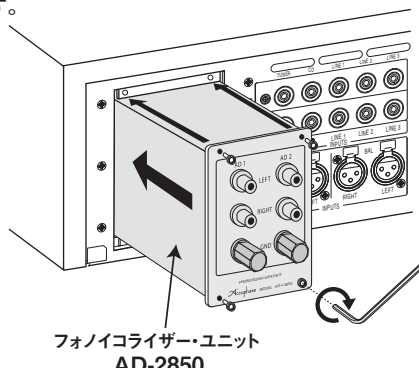

図2
- 増設するプリアンプのスロット下側2本のガイドレールに沿って、**AD-2850**を挿入(図2参照)します。コネクターに当たって止まったら、少し力を入れてコネクターを完全に差し込みます。(パネル面が同一になればOKです。)